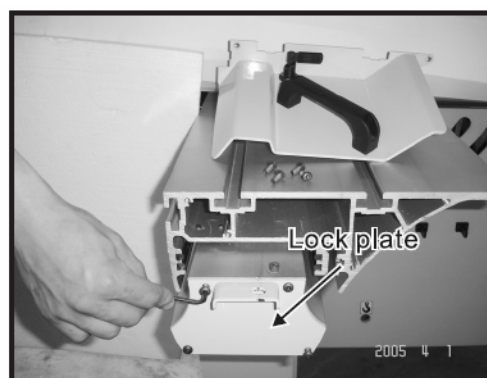

Fig. 26
- Установите запорную пластину и закрепите ее 4 винтами, снятыми в предыдущей операции (см. рис. 26).